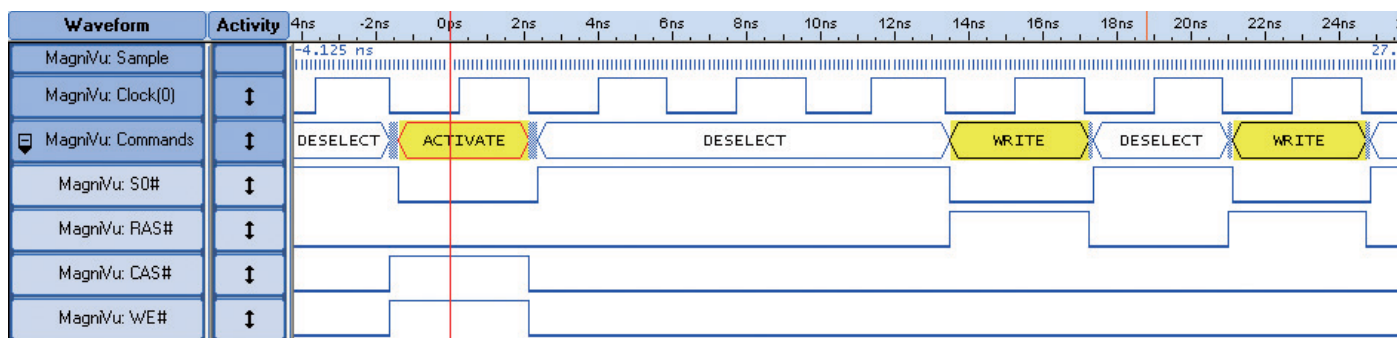

図12. SDRAMのActivateコマンドに対してトリガをかけ、Commandsグループのバス表示形式は色で識別されたコマンド・シンボルを使用。Commandsグループは、SO#、RAS#、CAS#、WE#の信号を表示するために展開されています。
ロジック・アナライザのトリガ設定と同様に、Commandsグループのバスフォームの表示形式を変更します。Waveformのプロパティ内で、表示形式をシンボルに変更し、Power Triggerで使用したのと同じパターン・シンボルのDDR2Cmds.tsfファイルから読み込むように選択します。これにより、カラー表示のシンボルによるわかりやすいバスフォームを見ることができます（図12参照）。シンボルによるバスフォーム表示は、正しいSDRAMコマンド・プロトコル・シーケンスおよびタイミングの関係を検証するための強力なツールとなります。
図12は、Activateコマンドの後にWriteコマンドが続く書き込みシーケンスの冒頭を示したものです。DDR2 SDRAMは、ActivateコマンドとWriteコマンド間の最小時間 ( $t_{RCD}(MIN)$ ) が規定されています。また、この最小時間は、メモリの追加レイテンシにも依存します。与えられたCAS追加レイテンシ (AL) により、メモリの持つ帯域幅を連続して使用することによってコマンドおよびデータ・バスをより効率化できます。追加レイテンシにより、Activate-Write最小時間 ( $t_{RCD}(MIN)$ ) の前にWriteコマンドをメモリに送出することが可能になります。追加レイテンシの値は、メモリ・コントローラ・ハブにより、メモリの拡張モード・レジスタにプログラムされます。ここに示したDDR2 SDRAMの例では、追加レイテンシは使用していません。